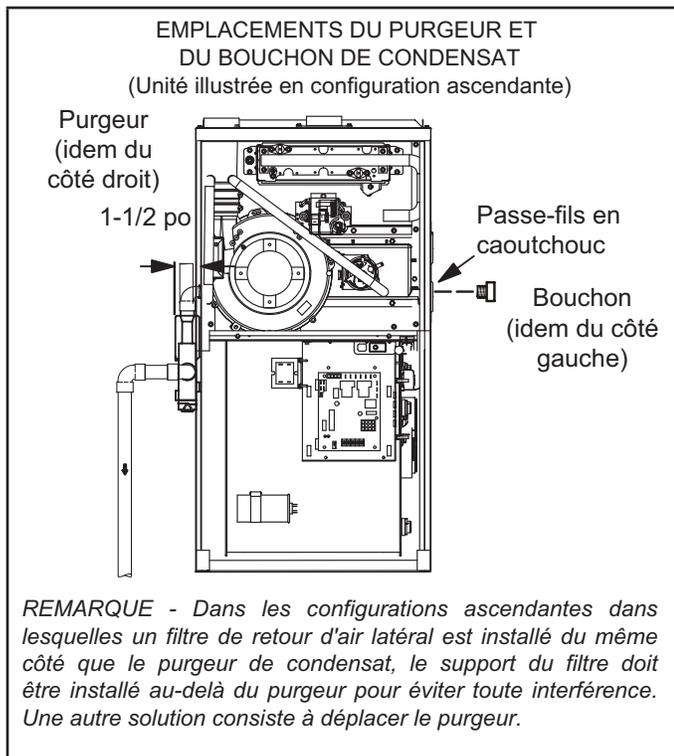
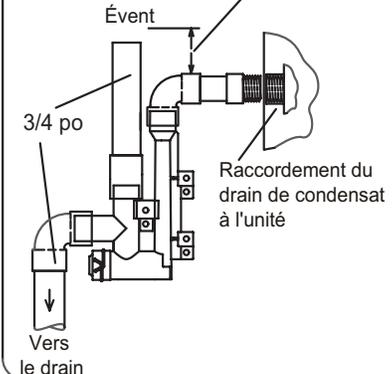

FIGURE 46
FIGURE 54
Cette unité est prévue pour une sortie à gauche ou à droite du tuyau de condensat en configuration ascendante. En configuration horizontale, le purgeur de condensat doit se prolonger en dessous du générateur. Prévoyez un dégagement d'entretien de 8 po pour le purgeur. Reportez-vous aux FIGURE 46 et FIGURE 48 pour les emplacements du purgeur de condensat. La Figure 54 illustre le purgeur avec un tuyau en PVC de 1/2 po ou de 3/4 po.
- 2 - Utilisez un grand tournevis à tête plate ou une douille d'entraînement de 1/2 po pour retirer le capuchon (FIGURE 46) du boîtier du collecteur de l'extrémité froide à l'emplacement approprié sur le côté de l'appareil. Installez un coude de 3/4 po NPT sur le boîtier du collecteur de l'extrémité froide. Utilisez de l'adhésif au Téflon ou un enduit d'enrobage approprié.
- 3 - Installez le bouchon sur l'ouverture de nettoyage à la base du purgeur. Fixez avec le collier. Reportez-vous à la FIGURE 54.
- 4 - Installez le purgeur avec des raccords en PVC appropriés et collez tous les joints. Collez le purgeur fourni comme illustré à la FIGURE 54. Acheminez le conduit de condensat jusqu'à un drain ouvert. *La conduite de condensat doit maintenir une pente descendante de 1/4" entre l'appareil et le drain.*